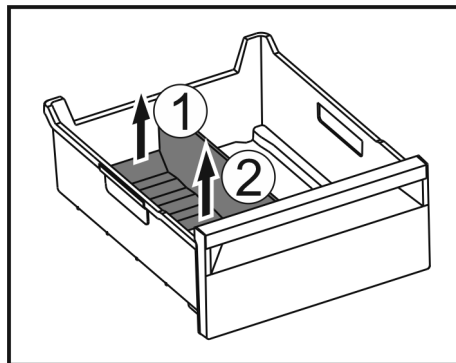

Fig. 63
- ▶ Achterste deel van de ijsvak-scheider optillen. Fig. 63 (1)
- ▶ IJsvak-scheider er naar boven toe uitnemen. Fig. 63 (2)